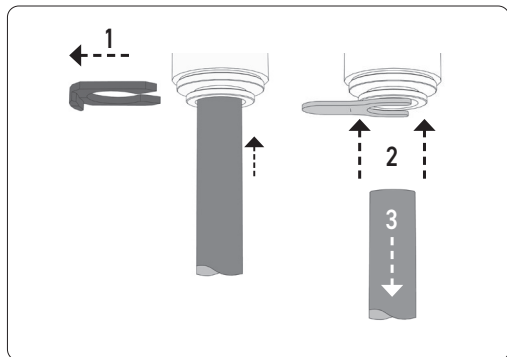

Figure 24
S'il est nécessaire de desserrer un raccord enfichable, procédez comme suit (Fig. 24). Retirez d'abord la bague de sécurité (1). Repoussez l'élément de maintien avec les doigts ou à l'aide d'un outil de desserrage et maintenez-le (2). Le tuyau ou flexible inséré peut alors être retiré (3).